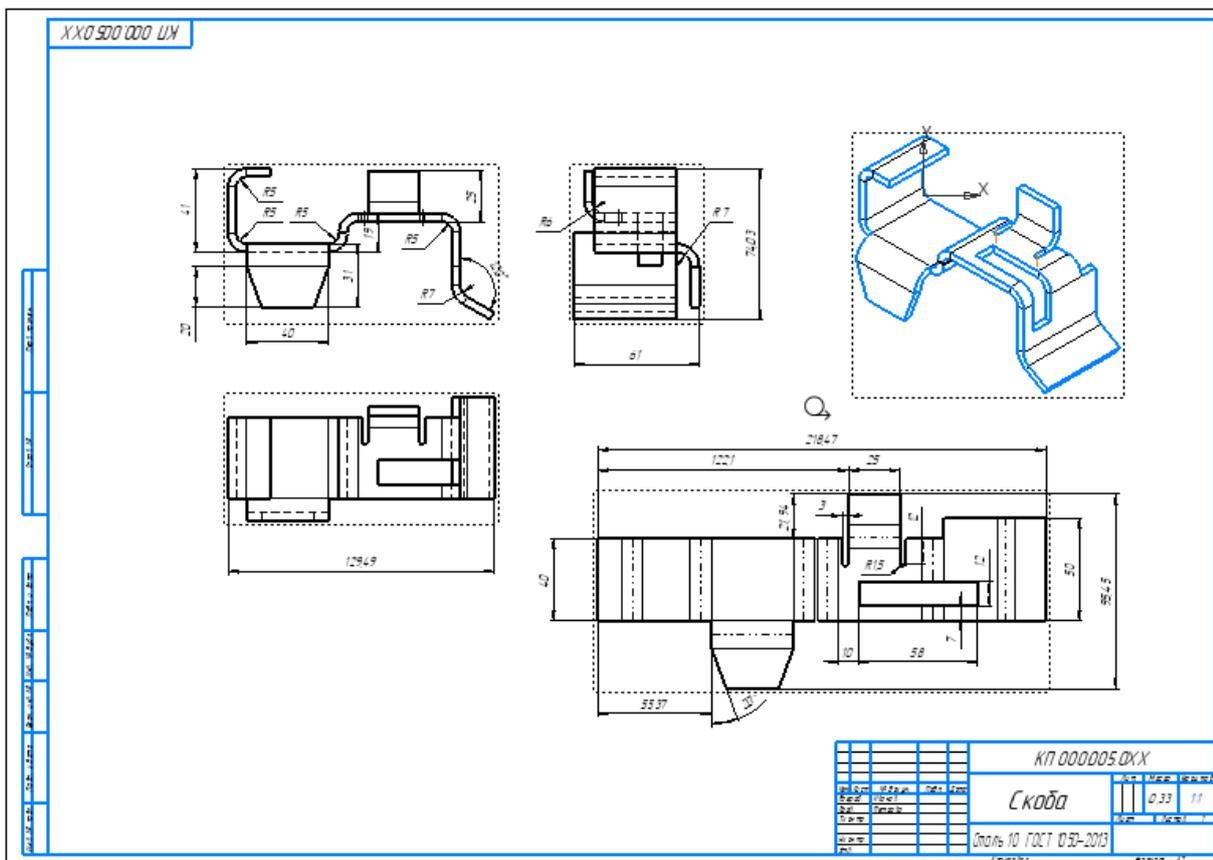

Рисунок 37.
3. Чертеж: три вида, изометрия и развертка листовой детали (рисунок 37).